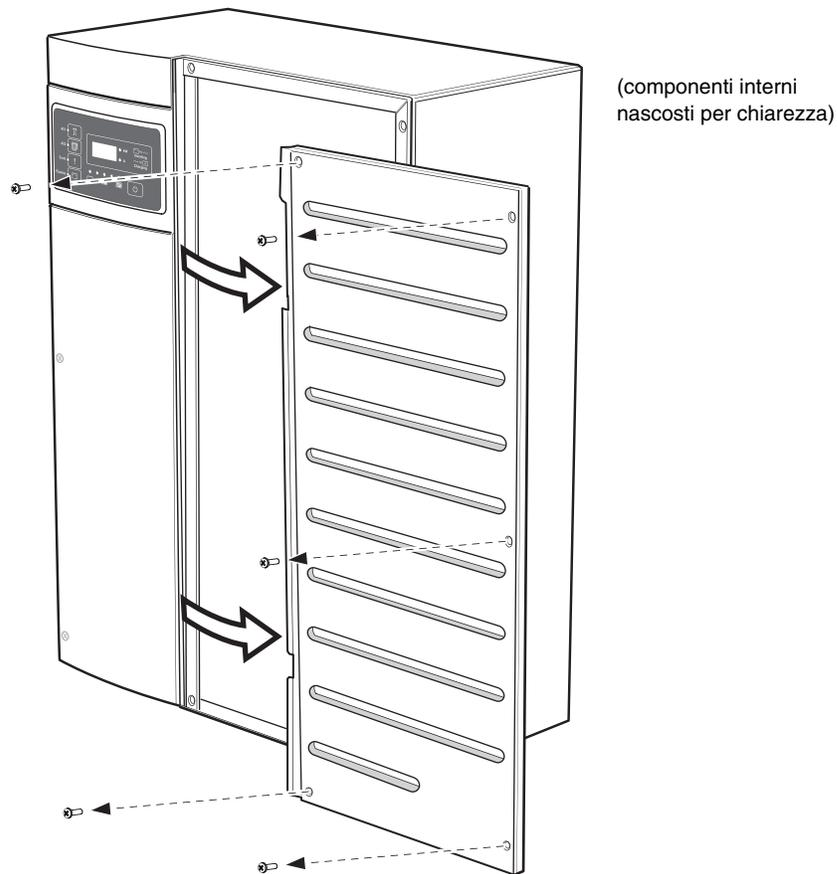

Figura 5-3 Rimozione del pannello laterale destro
3. Per maggiore facilità di accesso, rimuovere il pannello sul lato destro di Conext XW+, come mostrato nella Figura 5-3.